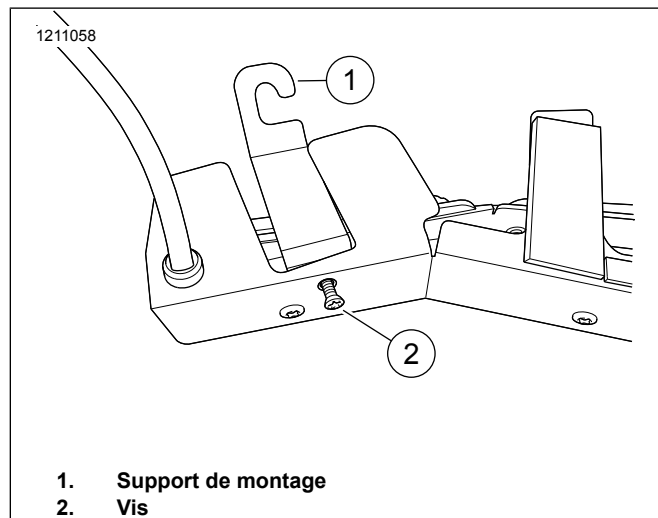

Figure 5. Support et vis
4. Voir la figure 5. Positionner le support de montage (1) dans l'ouverture avec l'angle du support face vers le haut.